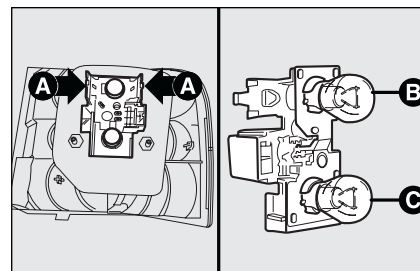

fig. 38
- ☐ presione hacia el interior las aletas laterales **A-fig. 38** de fijación del portalámparas para sacarlo de su alojamiento;